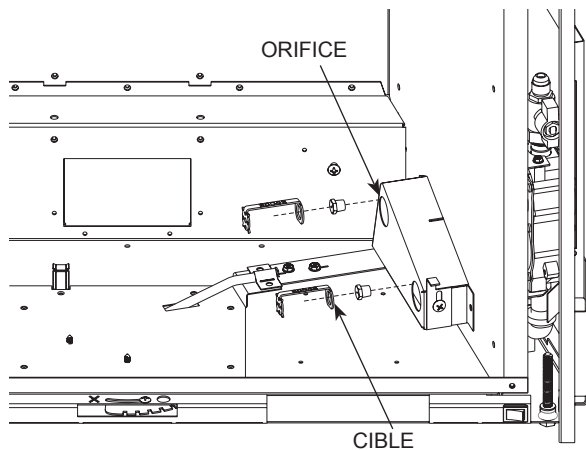

Figure 7
- 7a. Utiliser une clé à douille longue de 7/16 pour poser l'orifice marqué #47 dans le porte-orifice arrière. Utiliser une pince à bec effilé pour visser la cible arrière dans le porte-orifice arrière (30 seulement). **Voir Figure 7.**
- 7b. Utiliser une clé à douille longue de 7/16 pour poser l'orifice marqué 2,40 mm dans le porte-orifice arrière. Utiliser une pince à bec effilé pour visser la cible arrière dans le porte-orifice arrière (35 seulement). **Voir Figure 7.**
- 8a. Utiliser une clé à douille longue de 7/16 pour poser l'orifice marqué #52 dans le porte-orifice avant. Utiliser une pince à bec effilé pour visser la cible avant dans le porte-orifice (30 seulement). **Voir Figure 7.**
- 8b. Utiliser une clé à douille longue de 7/16 pour poser l'orifice marqué #50 dans le porte-orifice avant. Utiliser une pince à bec effilé pour visser la cible avant dans le porte-orifice (35 seulement). **Voir Figure 7.**